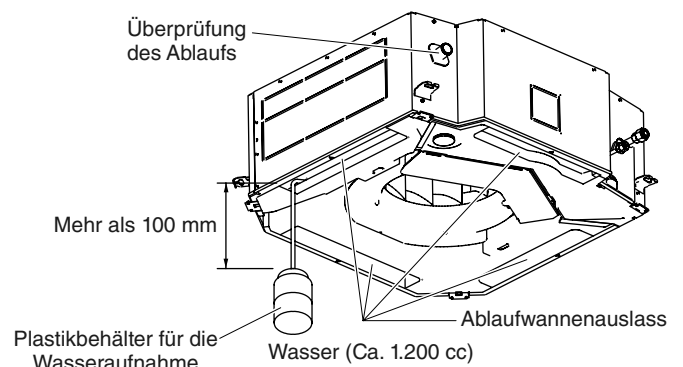

Abb. 3-43
- (1) Den Stromversorgungsanschluss zum Hauptklemmenbrett (Klemmen R, S) im Innern des Gehäuses für die elektrischen Komponenten herstellen.
- (2) Nach und nach ungefähr 1.200 cc Wasser in die Ablaufwanne gießen, um den Ablauf zu überprüfen. (Abb. 3-43)
- (3) Den Prüfanschluss-Stift (CHK) an der Inneneinheit-Steuerleiterplatte überbrücken, um die Ablaufpumpe zu aktivieren. Den Wasserablauf am durchsichtigen Ablaufrohr überprüfen, dann die Einheit auf Undichtigkeiten überprüfen.
- (4) Nach der Überprüfung des Abflufs den Überbrückungsstecker am Prüfanschluss-Stift (CHK) wieder abnehmen, dann die Leitungsabdeckung wieder anbringen.